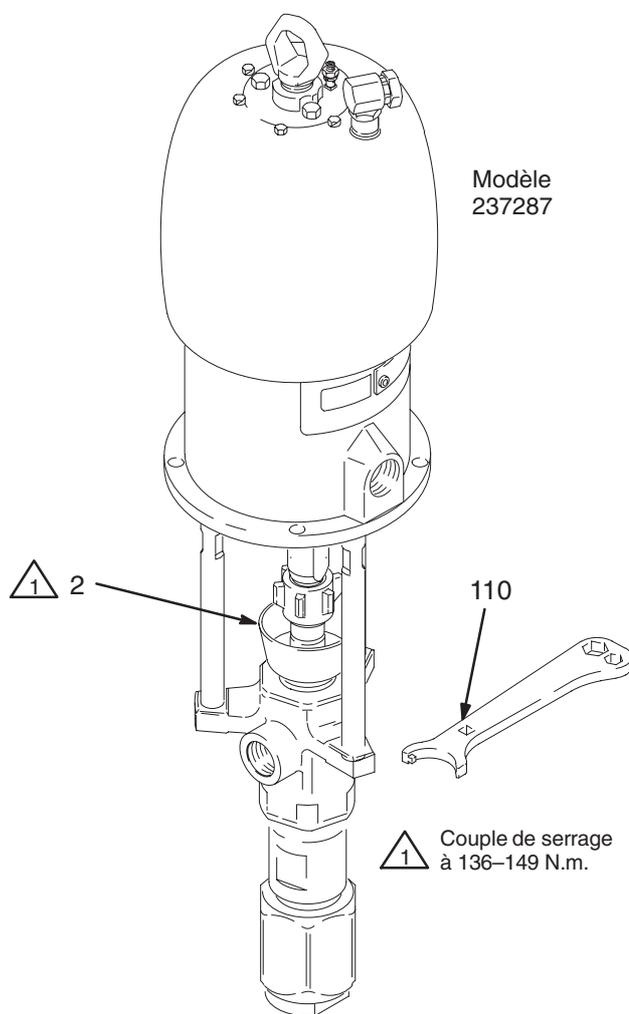

Fig. 5
Avant de démarrer, remplir l'écrou de presse-étoupe (2) au tiers avec du lubrifiant Graco (TSL) ou un solvant compatible. Voir Fig. 5.